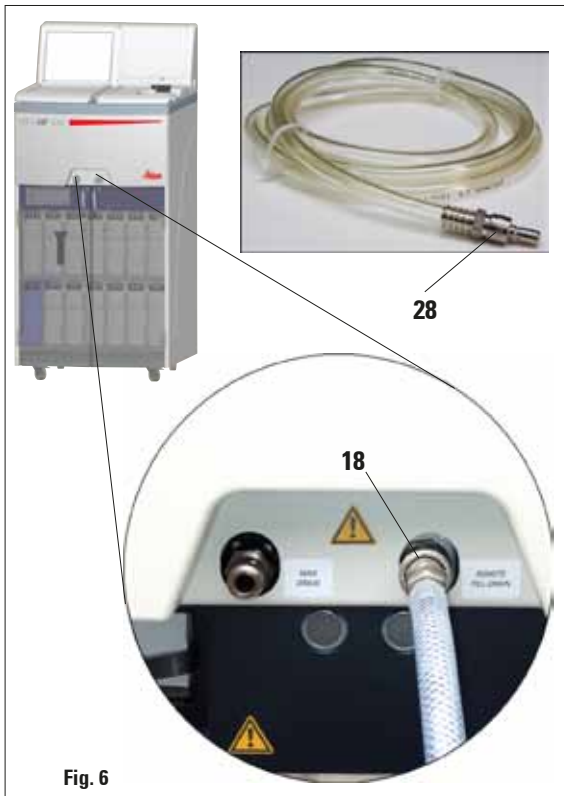

Fig. 6
- Collegare il tubo di riempimento/svuotamento per lo svuotamento a distanza come mostrato nella (fig. 6).